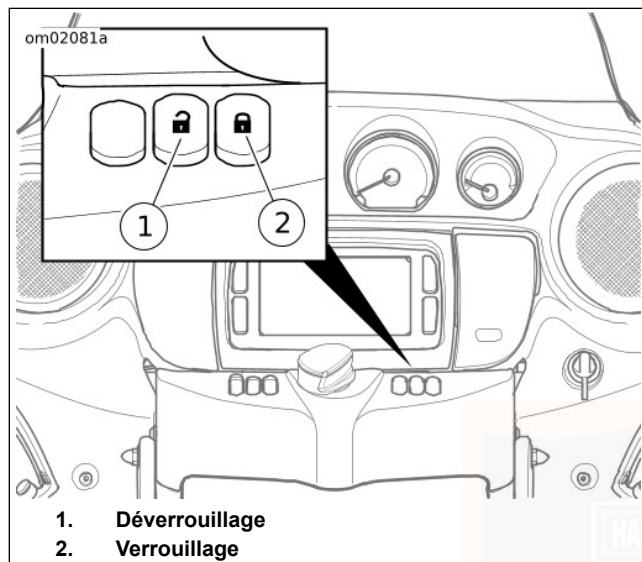

Figure 8. Commutateurs de verrouillage électrique
- c. **Commutateur de verrouillage électrique** : voir Figure 8. Avec la moto en marche, appuyer sur le commutateur de verrouillage dans le capot de carénage.
- c. **Commutateur de déverrouillage électrique** : voir Figure 8. Avec la moto en marche, appuyer sur le commutateur de déverrouillage dans le capot de carénage.
Voir Figure 8. Le commutateur de verrouillage électrique du tableau de bord actionne les verrous électriques du commutateur de verrou de fourche, des sacoches et du Tour-Pak.